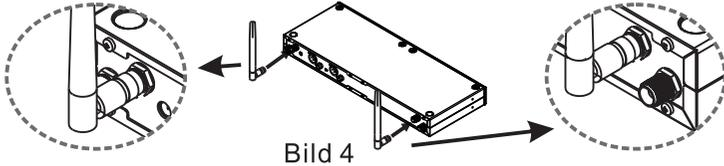

Bild 4
(D) Antenneninstallation: Schließen Sie die Antennen an die Antennen-Eingänge (11) an der Rückseite an. Bild 4.